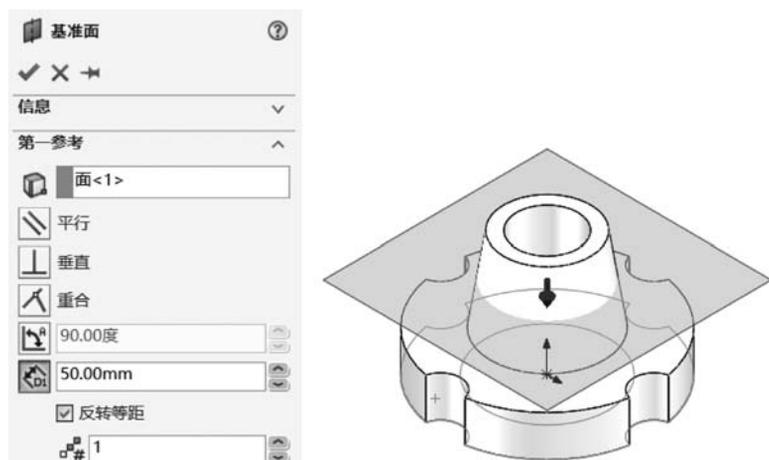

图 5-37 建立基准面 1
(1) 单击【参考几何体】选项卡上的【基准面】按钮 ,会出现【基准面】属性管理器。
- ① 在【第一参考】组,激活【第一参考】,在图形区选择下表面。
- ② 选中【反转等距】复选按钮。
- ③ 在【偏移距离】文本框输入 50.00mm,如图 5-37 所示,单击【确定】按钮 ,建立基准面 1。